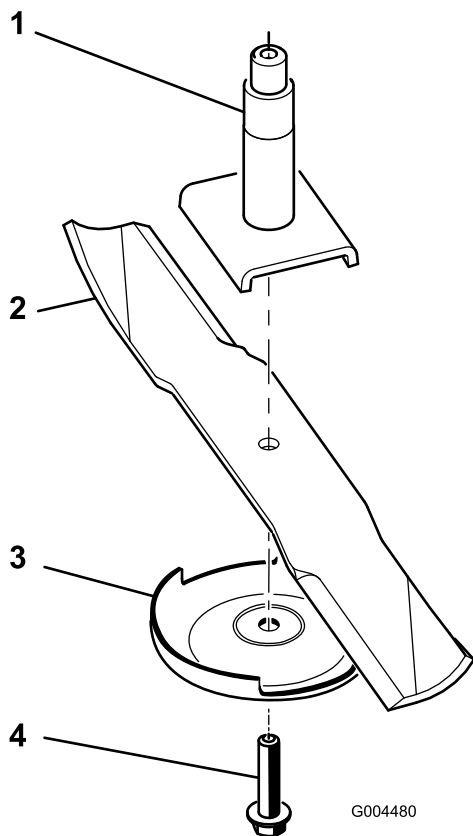

Figura 77
**Nota:** Se a lâmina ficar na horizontal é porque está equilibrada e pode ser utilizada. Se lâmina não estiver equilibrada, lime algum metal da extremidade da aba apenas (Figura 77). Repita este procedimento até a lâmina estar equilibrada.
1. Instale lâmina no eixo (Figura 77).
2. Instale a placa antidanos e o parafuso da lâmina (Figura 77).